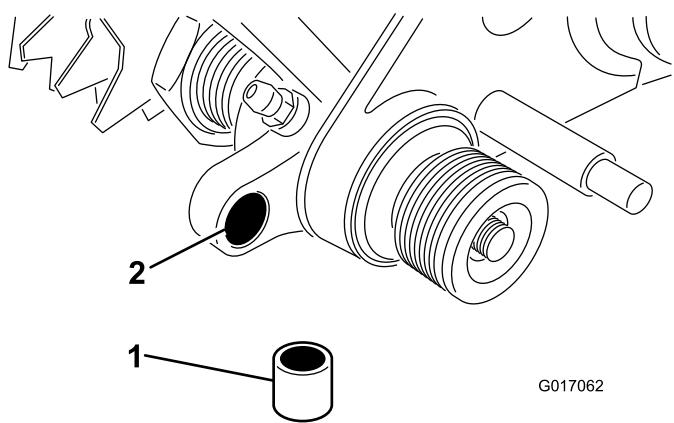

図 9
20. 左側ドライブ・アセンブリの穴にブッシュを挿入する図 9。